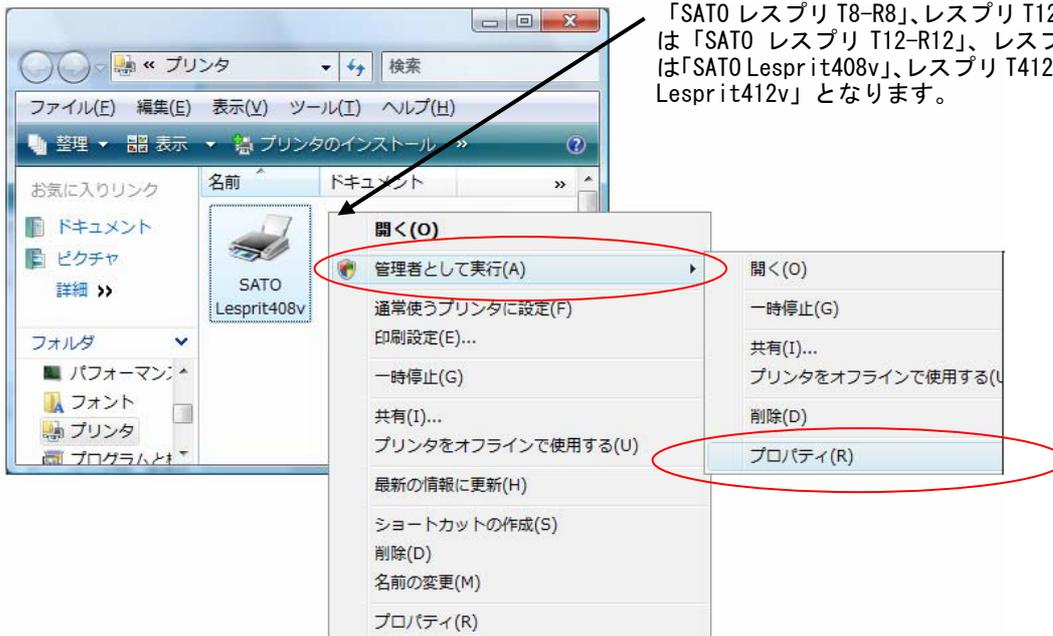

図 1.1.1. 「プリンタフォルダ」画面
Windows Vista で「印刷設定(I)」を設定するためには、**管理者権限**にて行う必要があります。管理者権限以外で設定値の変更、またはプリンタポートの追加などの処理を行っても、エラー画面が表示され、反映されません。指定の方法は、「プリンタ」フォルダの中にある、SATO Lesprit408v プリンタを選択し、「ファイル(F)」⇒「管理者として実行(A)」⇒「プロパティ(R)」と選択するか、図 1.1.1 のように SATO Lesprit408v 選択⇒右クリック⇒「管理者として実行(A)」⇒「プロパティ(R)」と選択します。
Windows Vista でのプロパティに関する設定変更は、全て **管理者権限** が必要です。従って、図 1.1.1 のように「SATO Lesprit408v」を右クリック⇒「管理者として実行 (A)」⇒「プロパティ (R)」と選択し、プリンタプロパティの「全般」タブの「印刷設定 (I)」から設定します。